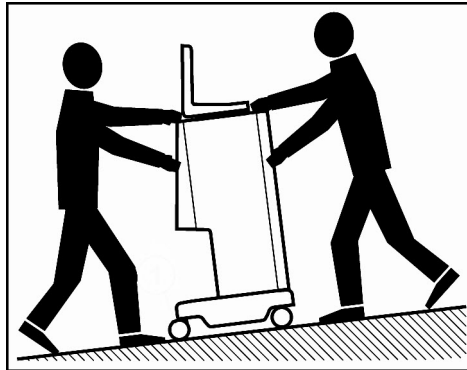

Abb. 4-2 Transport des Geräts über Stufen und Gefälle mit 2 Personen
4. Über Treppen oder Gefälle muss das Gerät von 2 Personen transportiert werden, siehe Abb. 4-2.